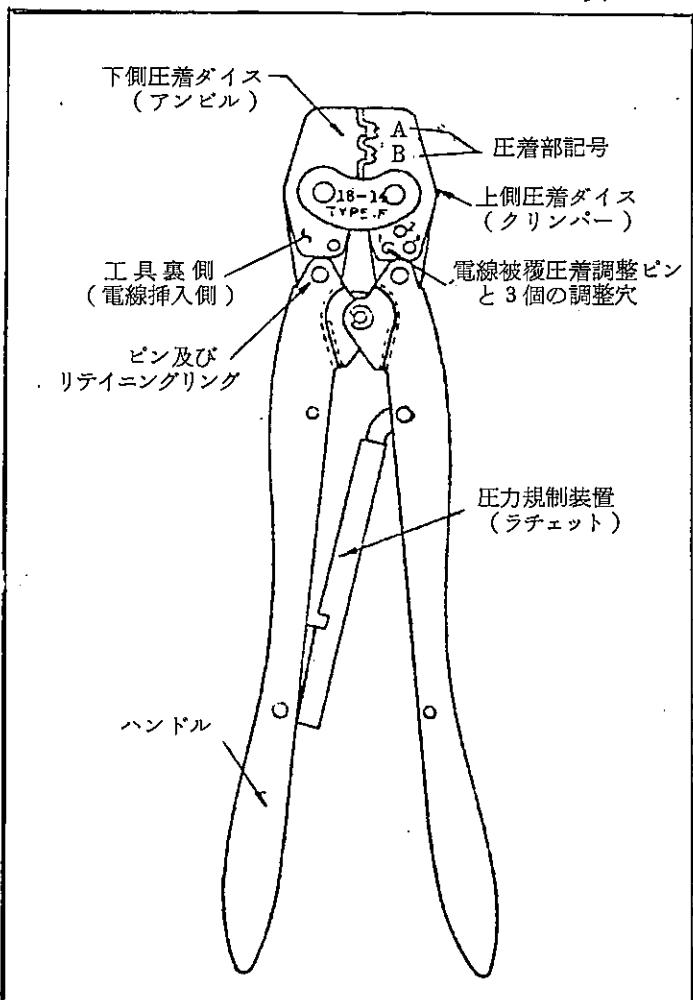

図 1
- (a) この工具(図1参照)は表1に示す各種端子を撲線に圧着するのに使用されます。
- (c) 工具には図1に示すように圧着部が2箇所あり、A,Bの記号で指示されておりますが、これは使用端子に対する圧着箇所を示しております(表1参照)。圧着箇所が違う場合は工具が損傷したり、圧着性能が低下しますのでご注意下さい。